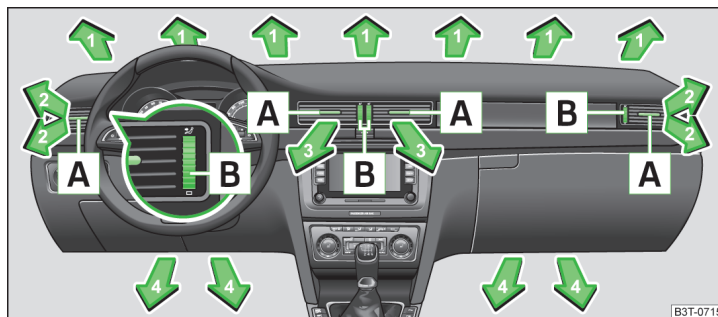
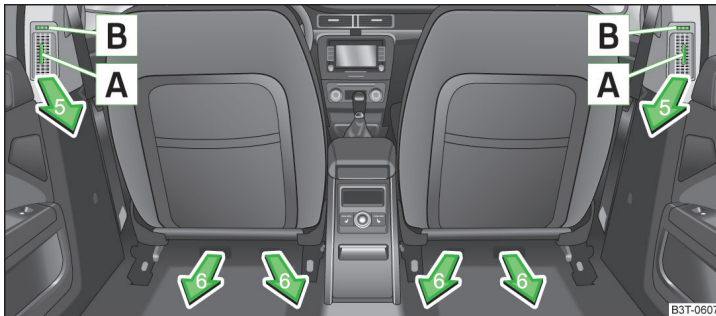

Fig. 122 Fantele de ventilație față
Fig. 123 Fantele de ventilație spate
La fantele de ventilație **2, 3** » fig. 122 și **5** » fig. 123 se poate modifica direcția curentului de aer, iar duzele se pot închide și deschide și individual.
- Pentru a modifica pe înălțime direcția curentului de aer, deplasați lamele orizontale cu ajutorul elementului de reglare deplasabil **A** » fig. 122, respectiv » fig. 123 în sus sau în jos.
- Pentru a modifica direcția laterală a curentului de aer, deplasați lamele verticale cu ajutorul elementului de reglare deplasabil **A** » fig. 122, respectiv » fig. 123 spre stânga sau spre dreapta.
- Rotiți regulatorul rotativ **B** » fig. 122, respectiv » fig. 123 în poziția , pentru a deschide complet fantele de ventilație.
- Rotiți regulatorul rotativ **B** » fig. 122, respectiv » fig. 123 în poziția **0**, pentru a închide fanta de ventilație.
| Settings (Setări)  | Poziția regulatorului » fig. 124 la pagina 112 |                       |   | Tasta » fig. 124 la pagina 112 |                 | Fantele de ventilație2 » fig. 122 la pagina 110 |
Vă recomandăm, să lăsați gurile de ventilație 3 » fig. 122 la pagina 110 în poziție deschisă.